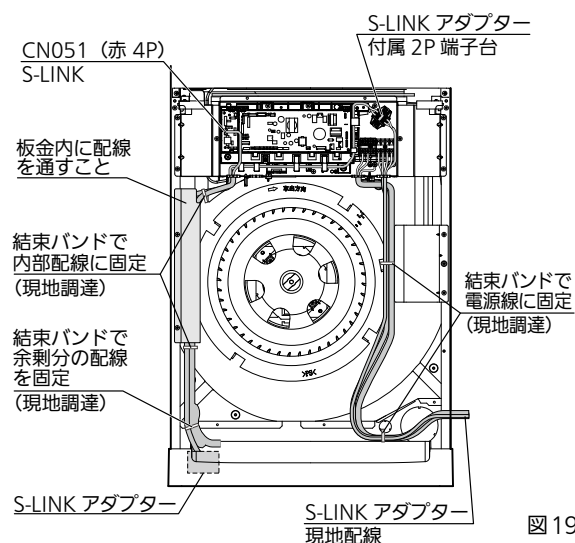

図 19
- S-LINK アダプターに付属の 2P 端子台を室内ユニットの電装ボックスに取り付けます。(図 19)
- S-LINK アダプターから電装ボックス間の配線や、2P 端子台から外部取り出し用の配線 (S-LINK アダプター現地配線) は図 19 のように結束バンド (現地調達) で固定してください。